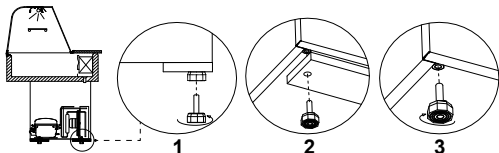

Рис.5 Удаление деревянного поддона
- Распаковать устройство и удалить деревянный поддон, расположенный на подставке (не касается передвижных устройств типа: N, N2 и Z) Рис.5 (стр.37).